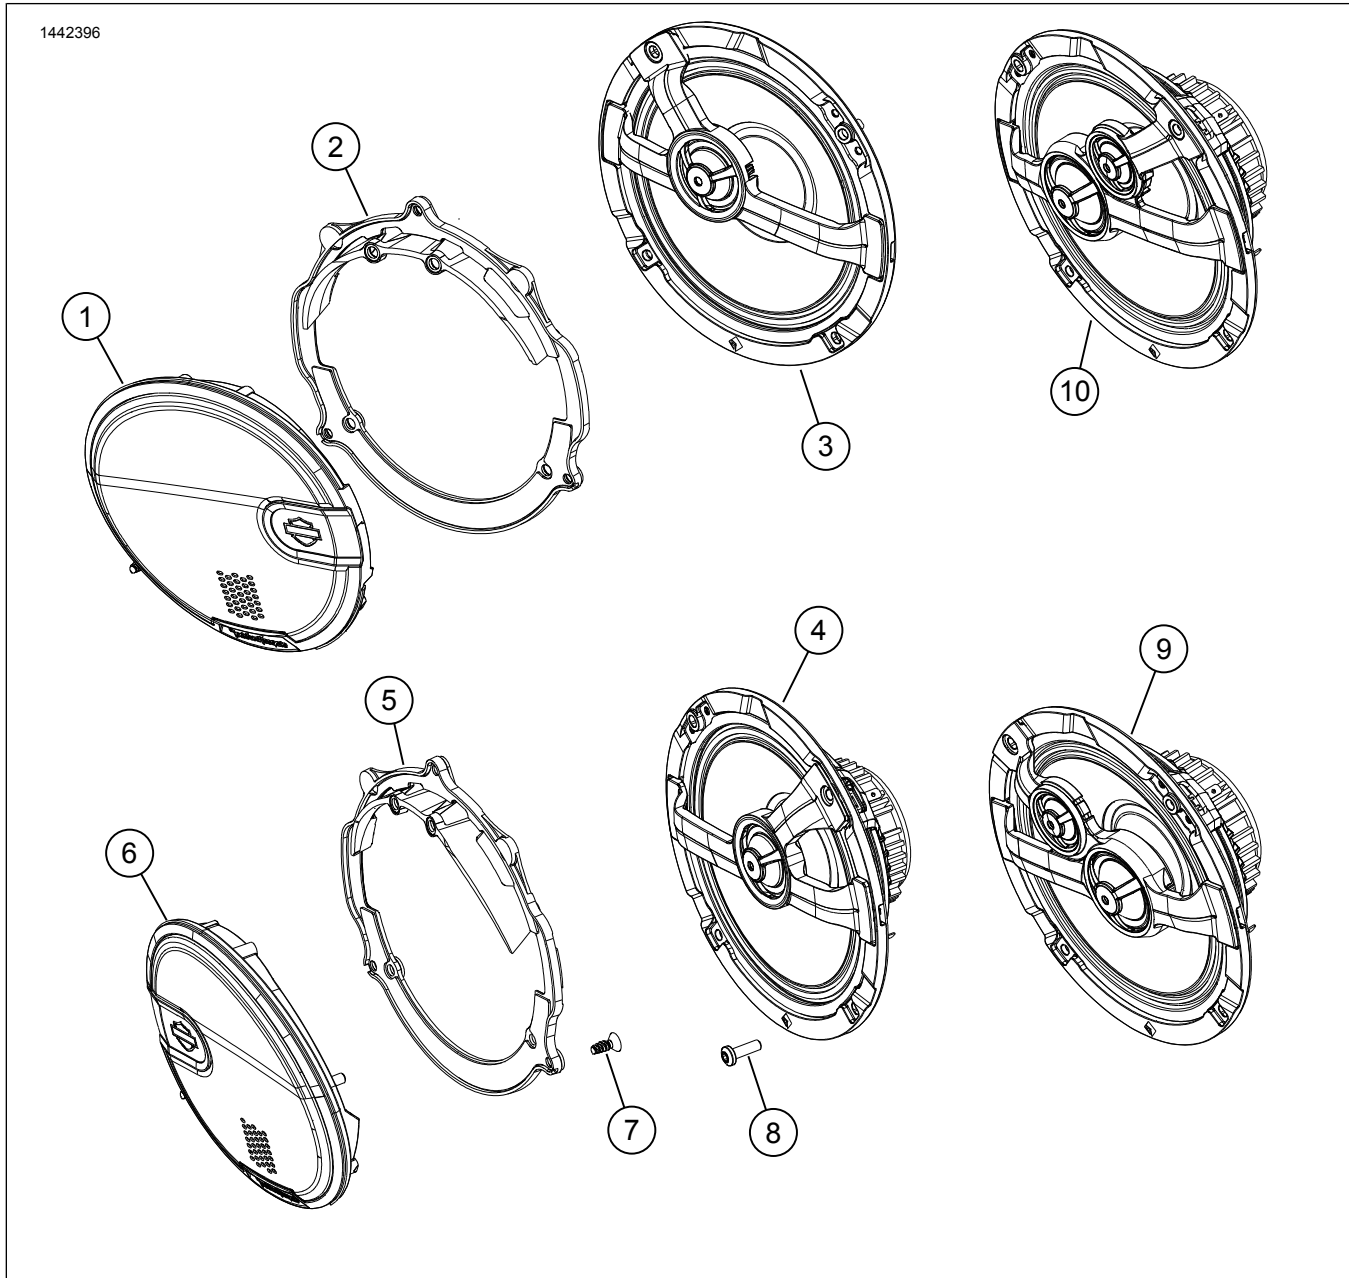

Figura 4. Parti di ricambio, kit altoparlanti sulla carenatura anteriore per impianto Boom! Audio 6,5 in
Vedere Figura 4 Le **nuove** griglie degli altoparlanti sono specifiche per lato. I loghi Bar and Shield sono orientati verso l'interno.
1. Vedere la figura 4. Montare la griglia dell'altoparlante corretta (1 o 6).
2. Vedere la figura 4. Montare l'altoparlante (3, 4 or 9, 10) nella cassa.